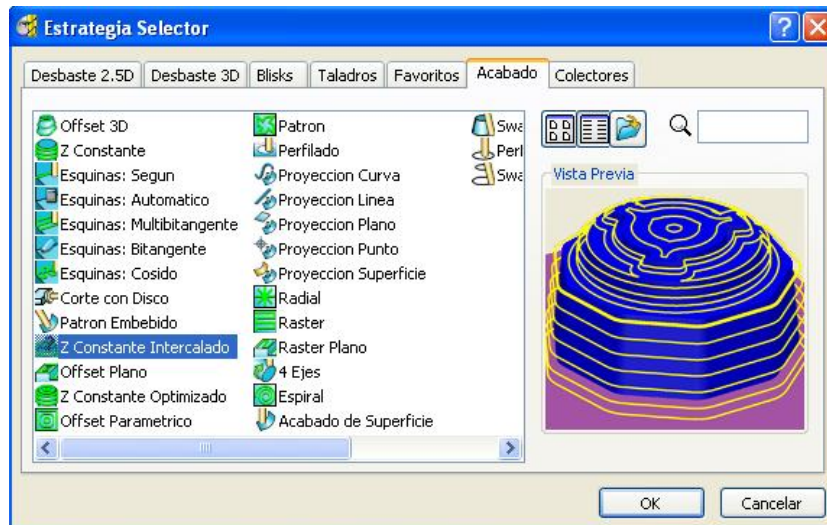

Figura 2.168 Cuadro de diálogo Estrategia Selector.
- Seleccionar la opción Z Constante Intercalado en la pestaña Acabado, y hacer clic en OK (Figura 2.168).